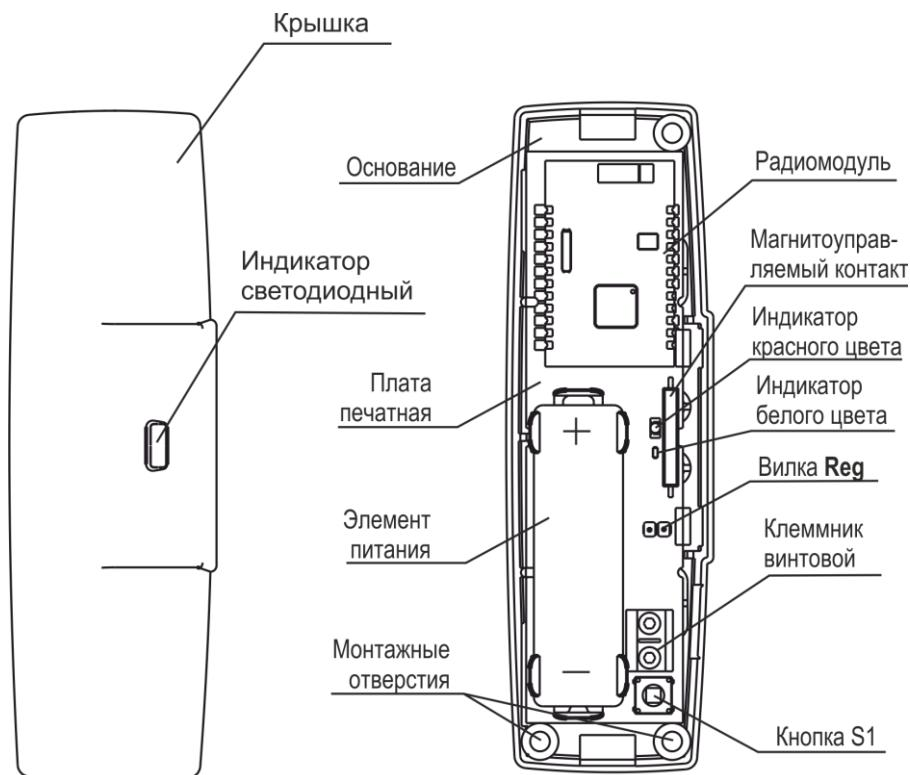

Рисунок 5.11
5.4.3.3 На плате СМК извещателя (рисунок 5.11) расположена вилка REG, используемая для регистрации в радиосети при кратковременном, на от 0,5 до 2 с, замыкании контактов вилки и нажатии в течении 60 с после этого кнопки вскрытия.